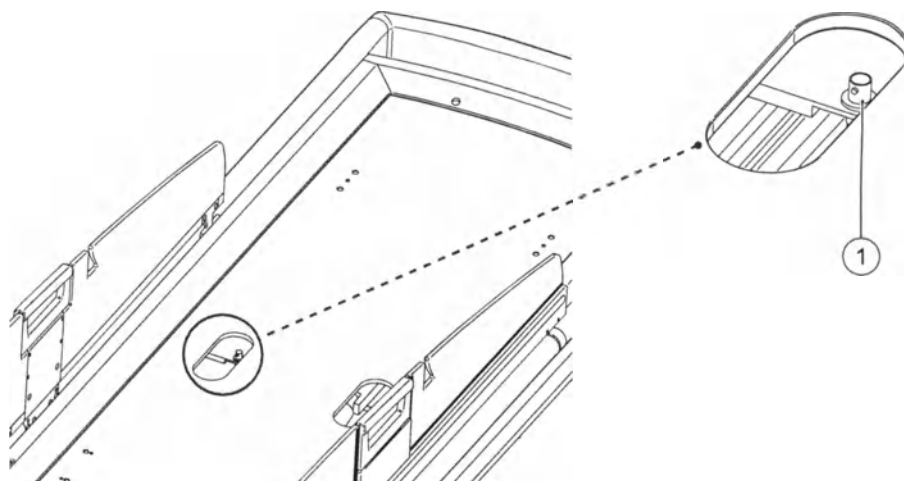

Рис. 3.37 Разъем для кабеля под матрасами
Кабель (6) на задней стороне инструмента GK Plus подсоединяется к специальному разъему (1); см. **Рис. 3.37**.